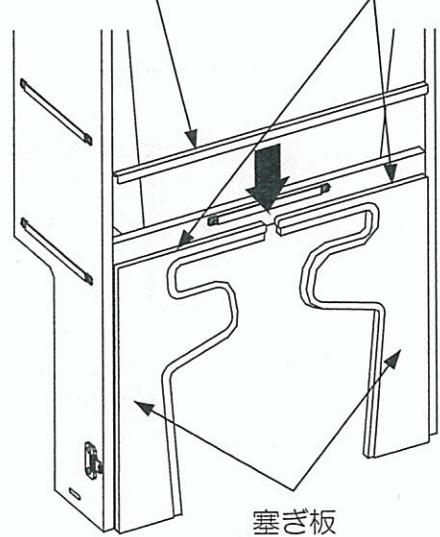

図6-6
(4) 塞ぎ板の両面テープ離型紙をはがし、塞ぎ板カバーを塞ぎ板上面にはめてください。(図6-6)